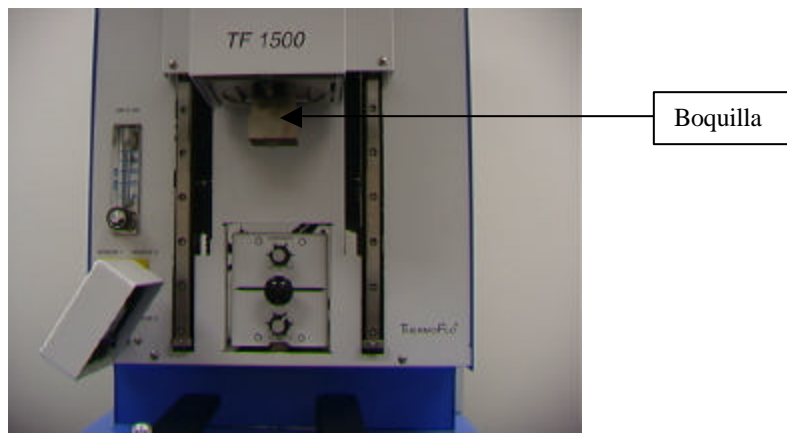

Figura 3b
- d. Inserción o cambio de la boquilla. (Figura 3b)